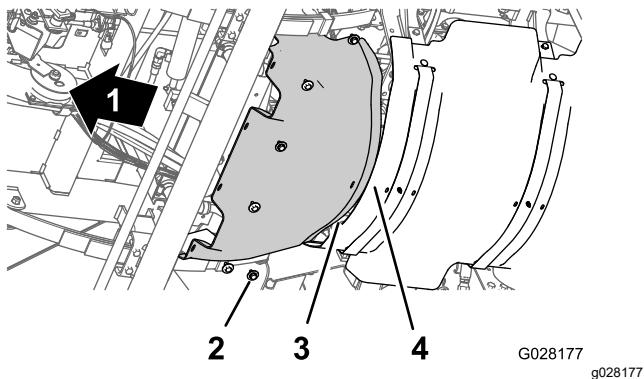

Bild 54
1. Fluchten Sie den hinteren Flansch des vorderen Wärmeschutzblechs über dem vorderen Flansch des hinteren Wärmeschutzblechs aus (Bild 54).
2. Fluchten Sie die Löcher im vorderen Wärmeschutzblech mit den Gewindelöchern im Chassis aus (Bild 54).
3. Befestigen Sie das vordere Wärmeschutzblech mit den sechs Sechskantschrauben und sechs Scheiben (Bild 54), die Sie in Schritt 3 von Entfernen des vorderen Wärmeschutzblechs \(Seite 52\) entfernt haben, an der Maschine.